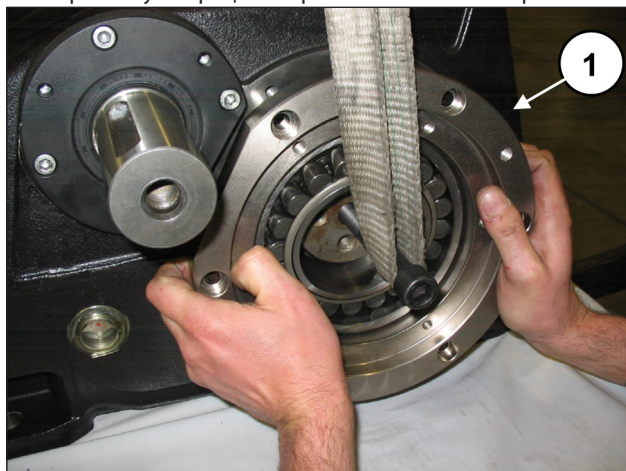
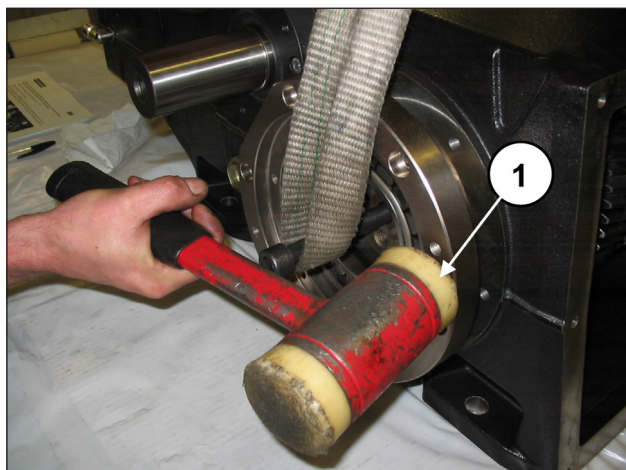

Рис. 72
Рис. 73
Установите две шпильки с резьбой М16 на оконечность коленчатого вала и, удерживая его в приподнятом положении (поз. ①, Рис. 72), вставьте крышку-держатель подшипника в сборе с подшипником и уплотнительным кольцом O-ring (поз. ①, Рис. 73) с помощью ударной массы. Повторите эту операцию с противоположной стороны.